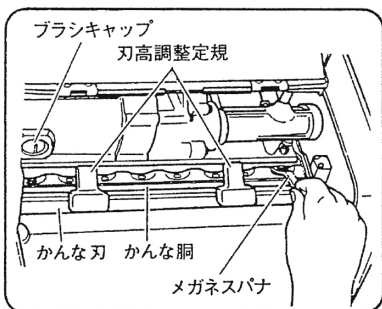

図 27
(4) 付属の刃高調整定規でかなな刃を押し入れ、ヘッドの基準面に刃高調整定規 2 個を取付けます。(図 27)